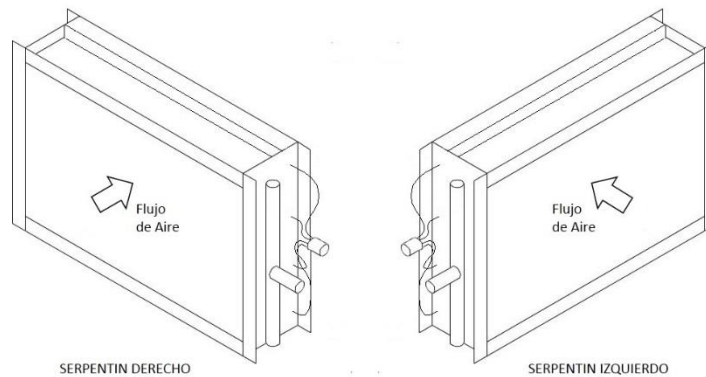

Fig.2
- Compruebe que el posicionamiento de las conexiones del serpentín es la correcta para su aplicación. La ubicación de las conexiones se determina mirando el serpentín en la dirección de flujo de aire y observando si la posición de las conexiones se encuentra a nuestra mano derecha o a nuestra mano izquierda (Ver Fig.2).